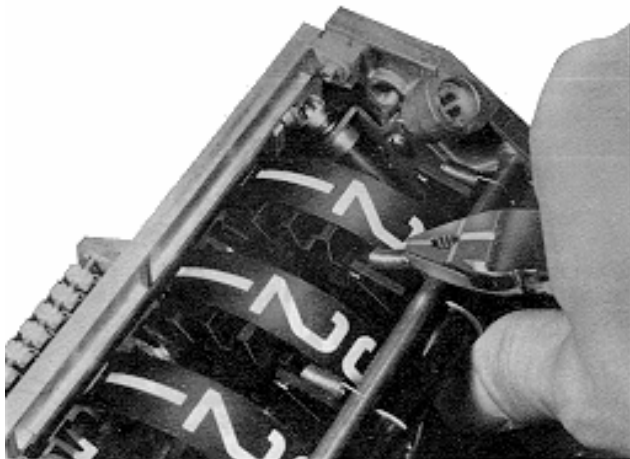

Figura 22. Montaje muelle perno antirretorno
- Montar los 5 muelles del perno antirretorno entre los pernos antirretorno y el eje de parada. Ver Figura 22.